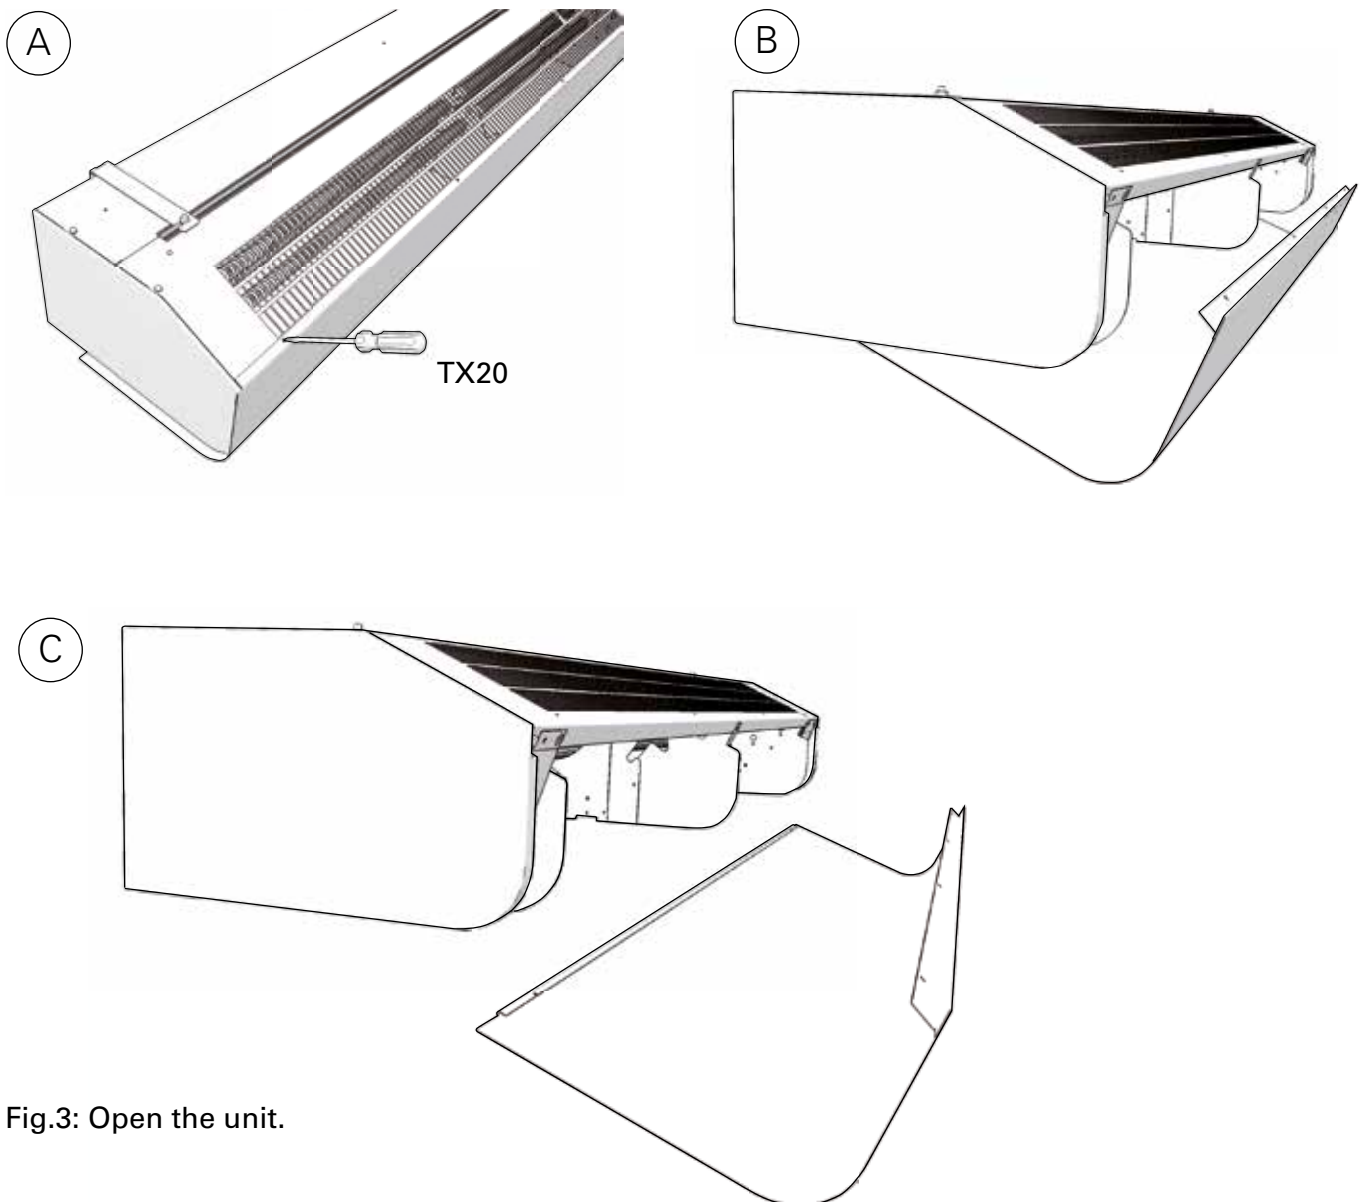

Fig.3: Open the unit.
2. Frontluckan tas bort genom att ta bort skruvar på ovansidan och sedan lösgöra den bockade kanten längst ner. (Fig.3)